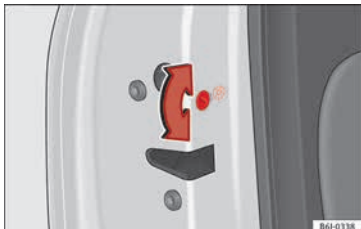

Abb. 129 Kindersicherung in der linken Tür
- Drehen Sie bei geöffneter Tür den Schlitz mit dem Fahrzeugschlüssel bei den linken Türen gegen den Uhrzeigersinn »» **Abb. 129**
- Drehen Sie bei geöffneter Tür den Schlitz mit dem Fahrzeugschlüssel bei der rechten Tür gegen den Uhrzeigersinn und bei der linken Tür im Uhrzeigersinn »» **Abb. 129**.